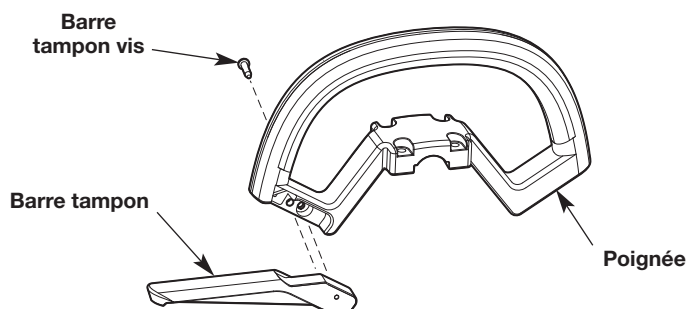

Fig. 2
1. Alignez les deux chevilles sur la barre tampon avec les deux orifices de la poignée (Fig. 2).
3. Insérez la vis de la barre tampon dans la poignée (Fig. 2).